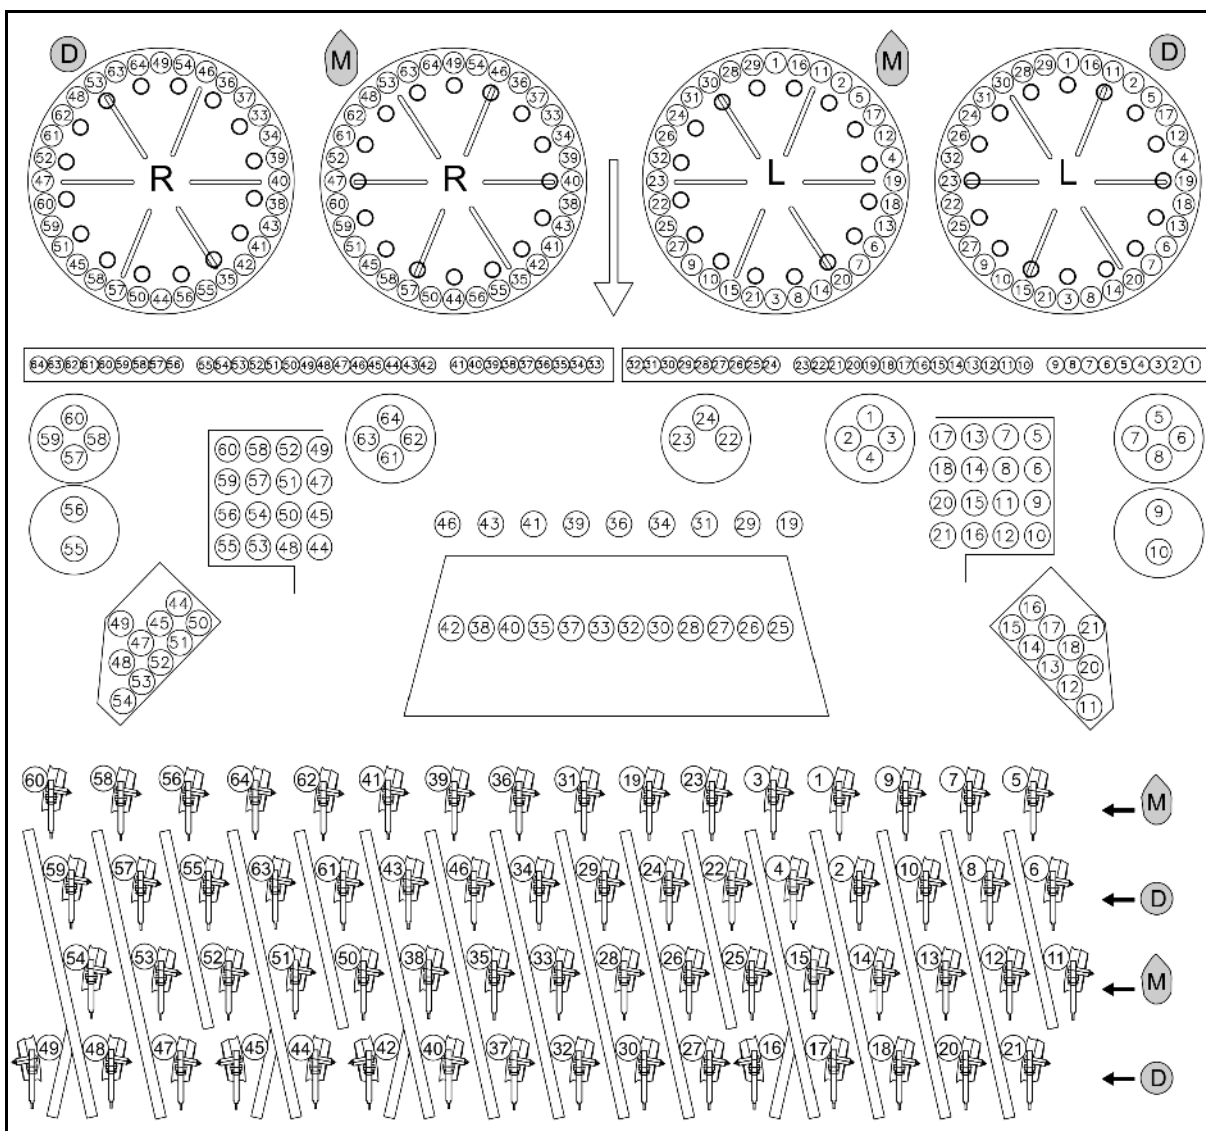

Рис. 36
- Кукуруза **M**: установите заглушки  согласно Рис. 36.
- Удобрения **D**: установите заглушки  согласно Рис. 36.